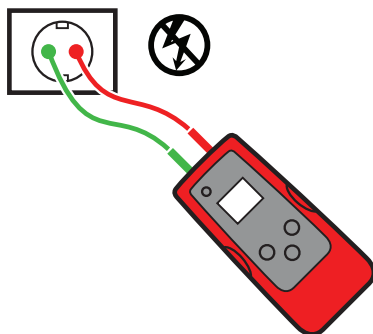

Figura 3.5a
3. Conecte los terminales de prueba rojo y verde a los cables de línea y neutros del mismo receptáculo o cable (consulte la Figura 3.5a).\*